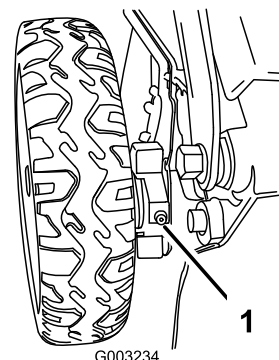

Figure 51
1. Essayez les graisseurs situés juste à l'intérieur des roues arrière avec un chiffon propre (Figure 51).